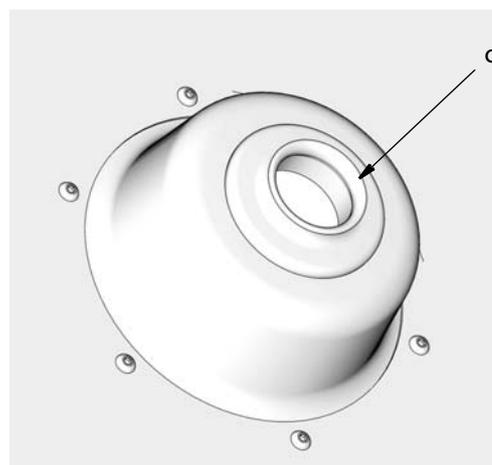

Рис. 7
- Проверьте, находится ли резиновая прокладка (с) по центру упорной пластины (Рис. 7).